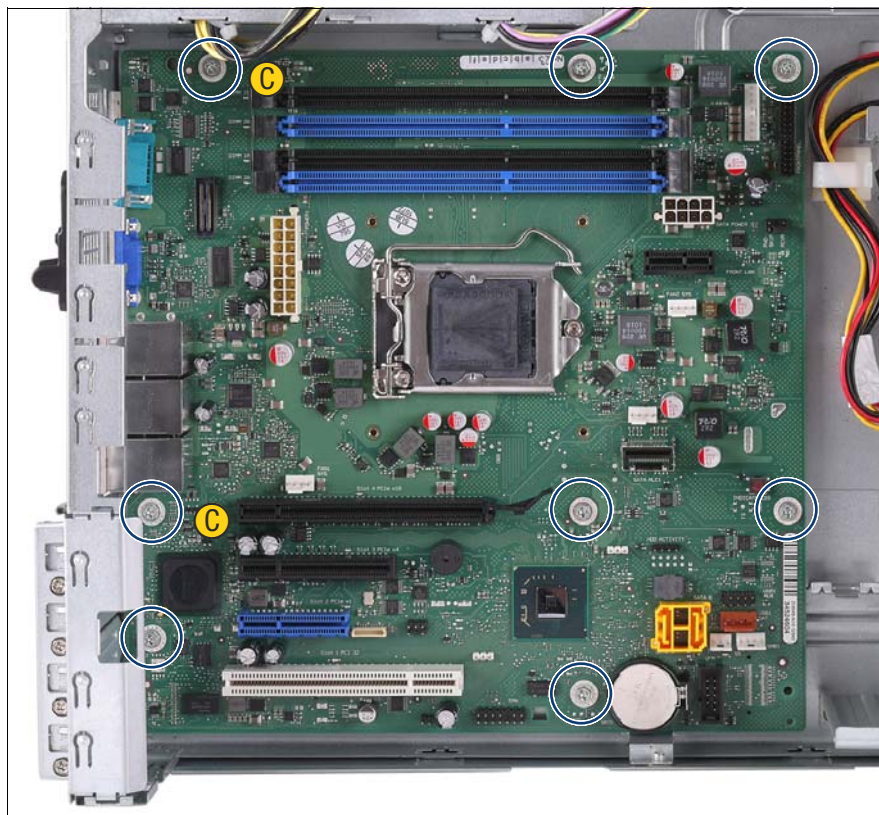

図 210: システムボードの取り外し (A)
- ▶ メモリモジュールのイジェクターと PCI スロット (1) でシステムボードを少し持ち上げ、センタリングボルト (図 210 の C) から外します。
- ▶ プラグシェルがコネクタパネルの切り込みから外れるまで、システムボードを慎重に右へずらしします (2)。